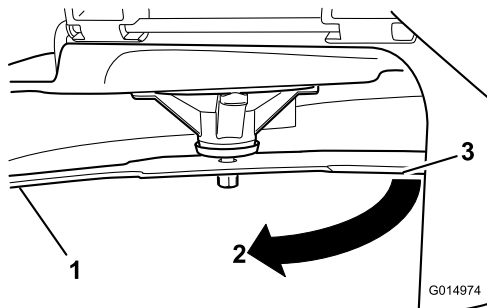

Figure 49
3. Seconde distance mesurée entre la lame et la surface (B)
4. Tournez la même lame de 180 degrés pour amener l'autre tranchant à la même position (Figure 49).